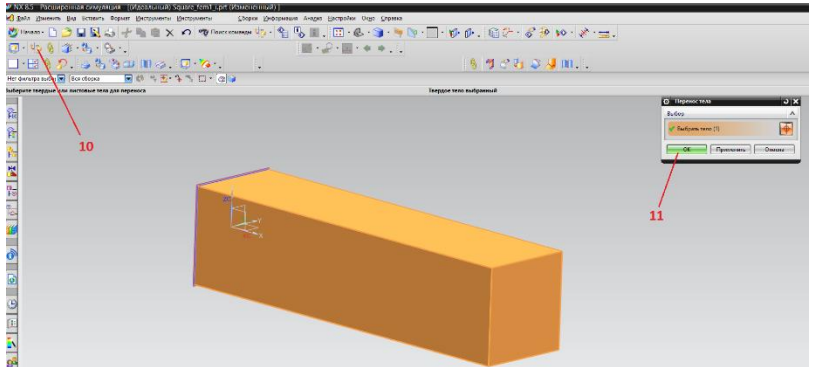

Рисунок 6. Окно для переноса тела из загруженной сборки на уровень сборки
Теперь мы находимся в i-модели, для дальнейшей работы с ней необходимо перенести тело из загруженной сборки на уровень сборки с помощью команды «**Перенос**» (10). Затем выбрать нашу балку и нажать «**ОК**» (11) (рисунок 6).